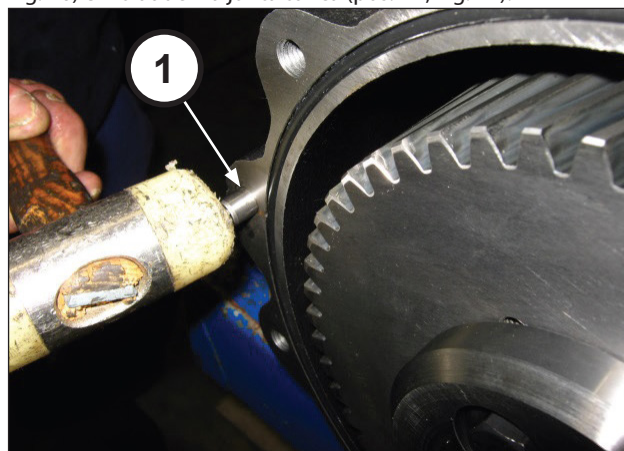
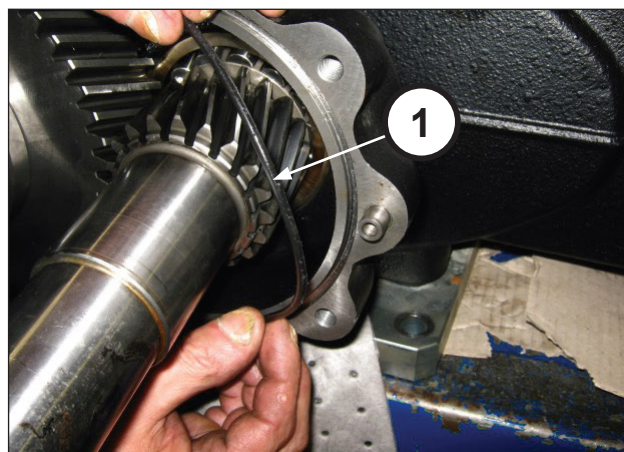

Fig. 76
Fig. 77
Colocar las 2 clavijas Ø10x24 a la caja del reductor (pos. ①, Fig. 76) e introducir la junta tórica (pos. ①, Fig. 77).